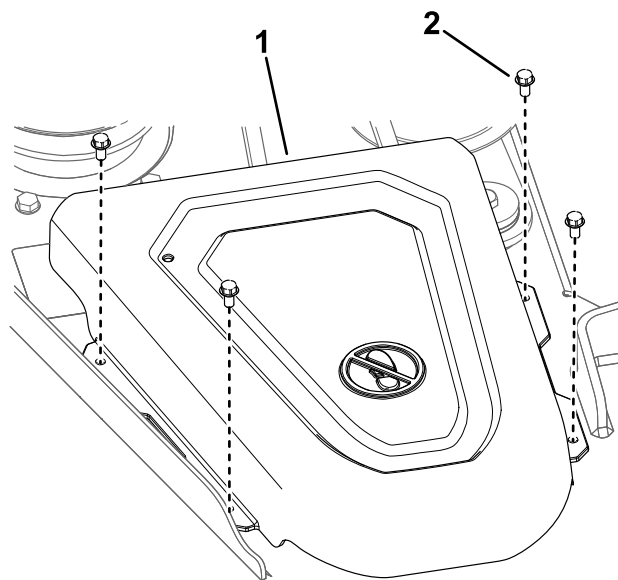

Figura 60
5. Togliete i coperchi delle pulegge (Figura 60).